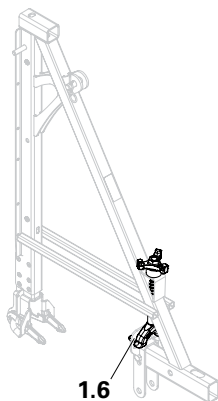

Fig. A3.22
4. Accrocher la tirette (1.6) dans le crochet double (1.2) et bloquer d'un tour à l'aide d'un écrou à trois oreilles. (Fig. A3.22)